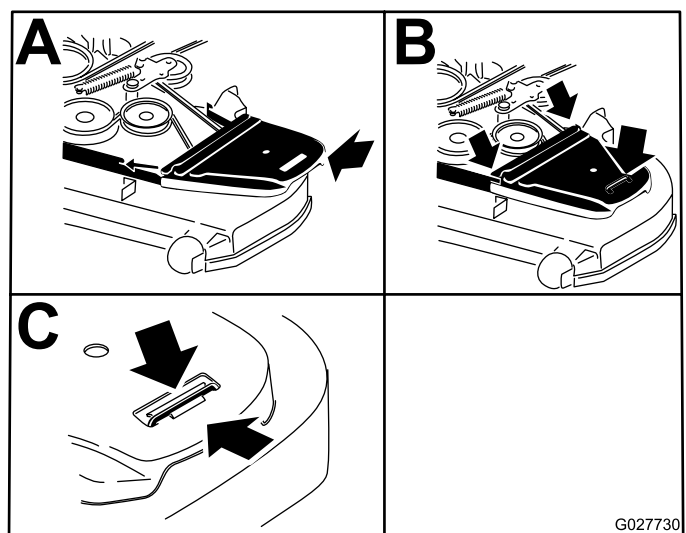

Figure 81
- Posez les couvercles de courroie (Figure 81).